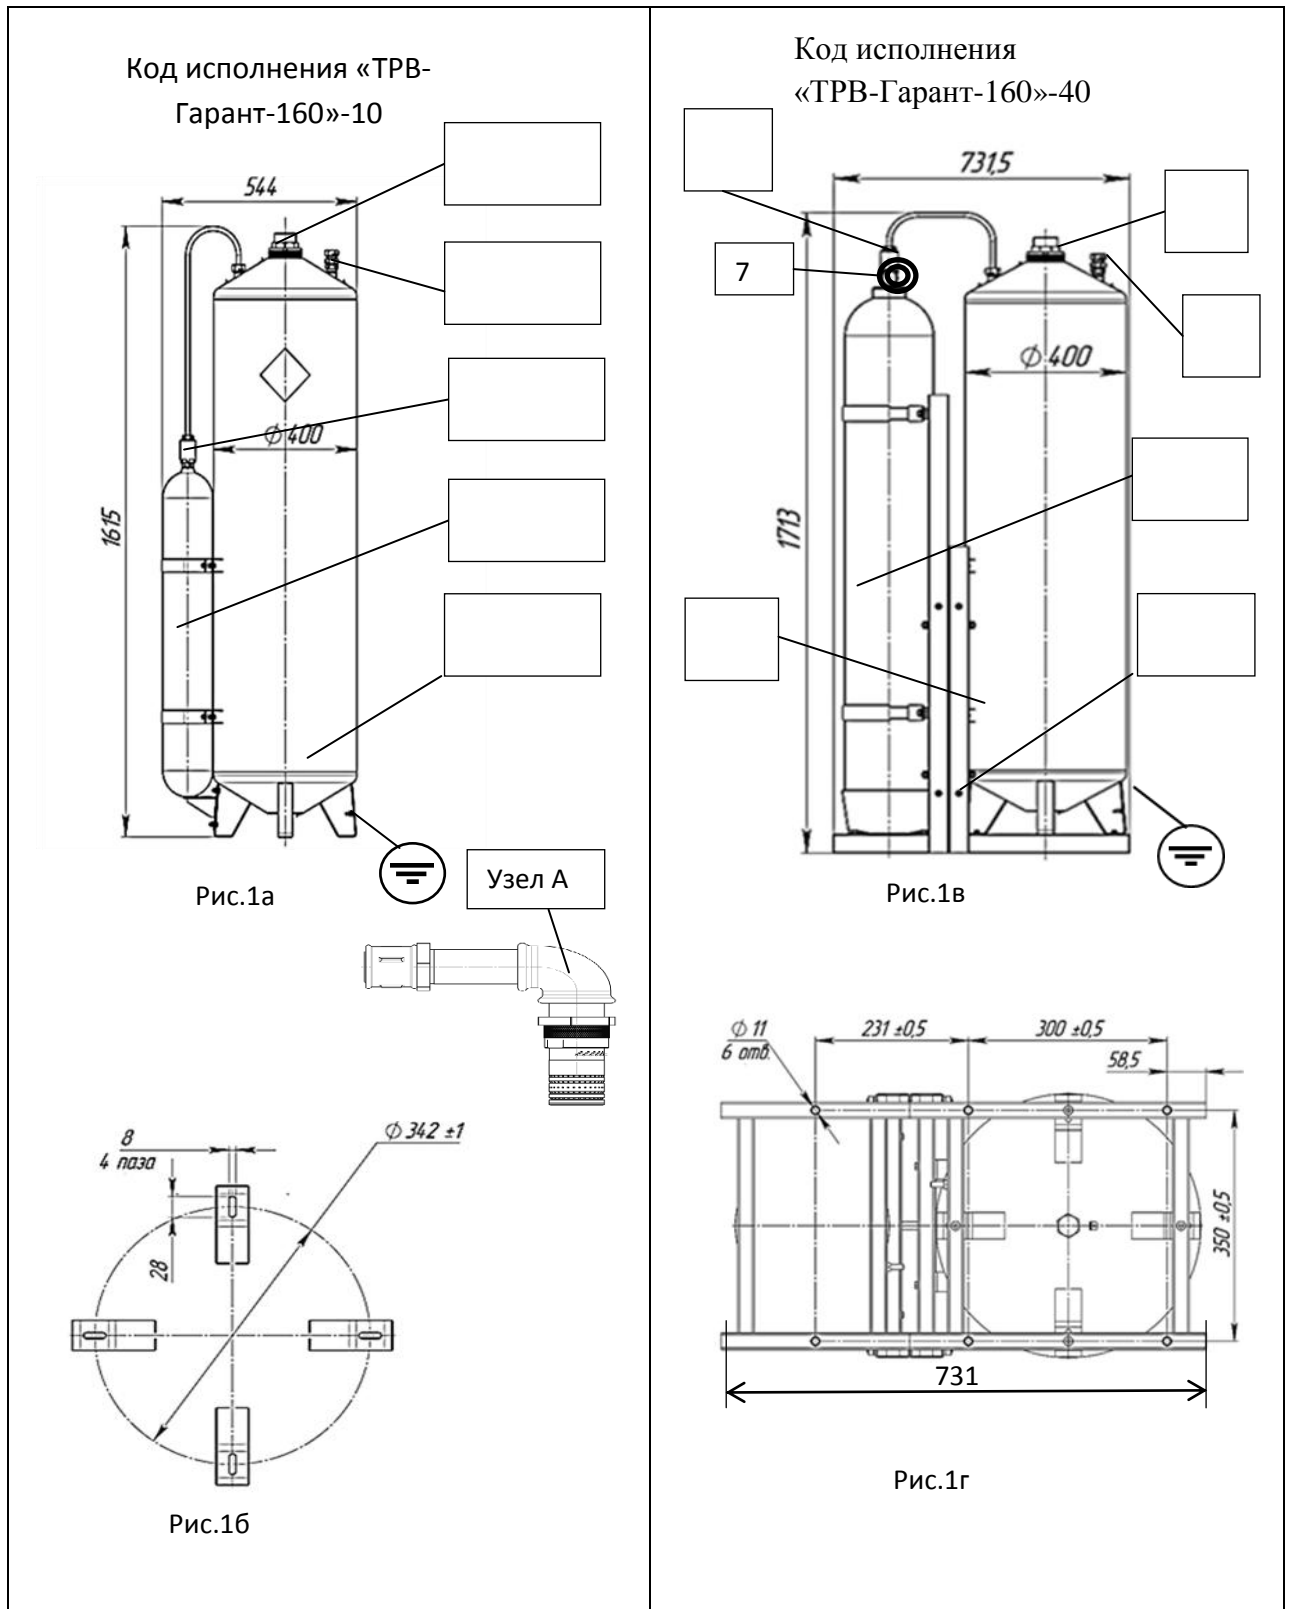

Рис.1 Установка пожаротушения тонкораспыленной водой "ТРВ-Гарант-160" модели: МУПТВ -160-Г-ВД - ТУ 4854-505-96450512-2013
7.7 Для перезарядки МУПТВ водой необходимо обесточить автоматическую систему запуска, отстыковать корпус от подводящего трубопровода, после чего слить ОТВ из корпуса через трубопровод поз. 8 (см. рисунок 1).